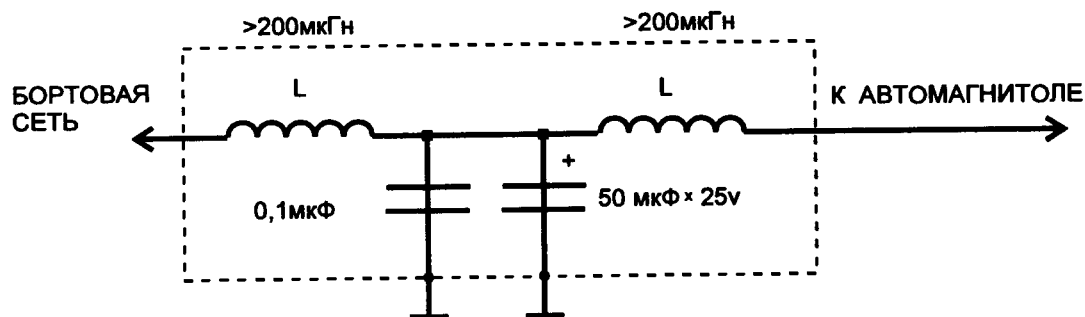

Рис.12
- установить фильтр питания (рис.12);